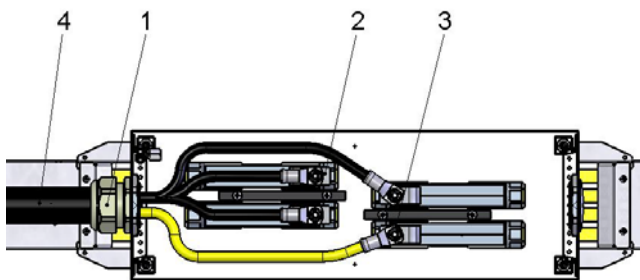

Abb. 51: Mögliches Anschlussschema bei Tragprofilsystem ProShell 128
1. Die Anschlussleitungen (4) sind nicht im Lieferumfang enthalten (siehe Abb. 51).
2. Das Anschließen der Leitungen an den Rohrkabelschuhen (2 und 3) der Schleifleitungseinspeisung wird durch den Kunden vorgenommen (siehe Abb. 51).
3. Eine Zugentlastung für die Anschlussleitung (4) muss bauseits angebracht werden. Die Rundverschraubung (1) am Klemmenkasten darf nicht als Zugentlastung verwendet werden (siehe Abb. 51).